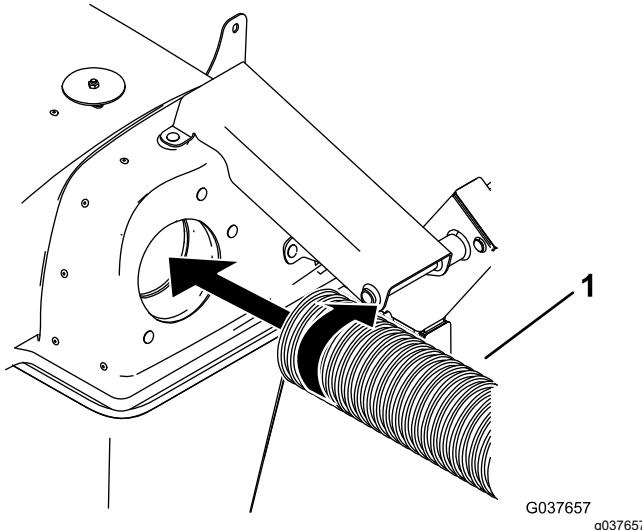

Figura 19
1. Enrosque uma extremidade da tubagem às rosca 2 e 3 do capot (Figura 19).